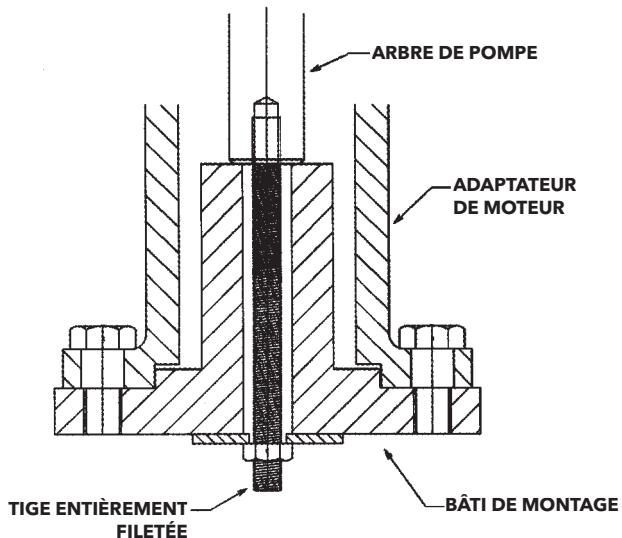

Figure 4 — Bâti de montage
- Fixer le bâti de montage submersible au côté moteur de l'adaptateur de moteur (*v. fig. 4*). S'assurer d'employer le bâti convenant aux dimensions de la carcasse du moteur prévu pour la pompe.